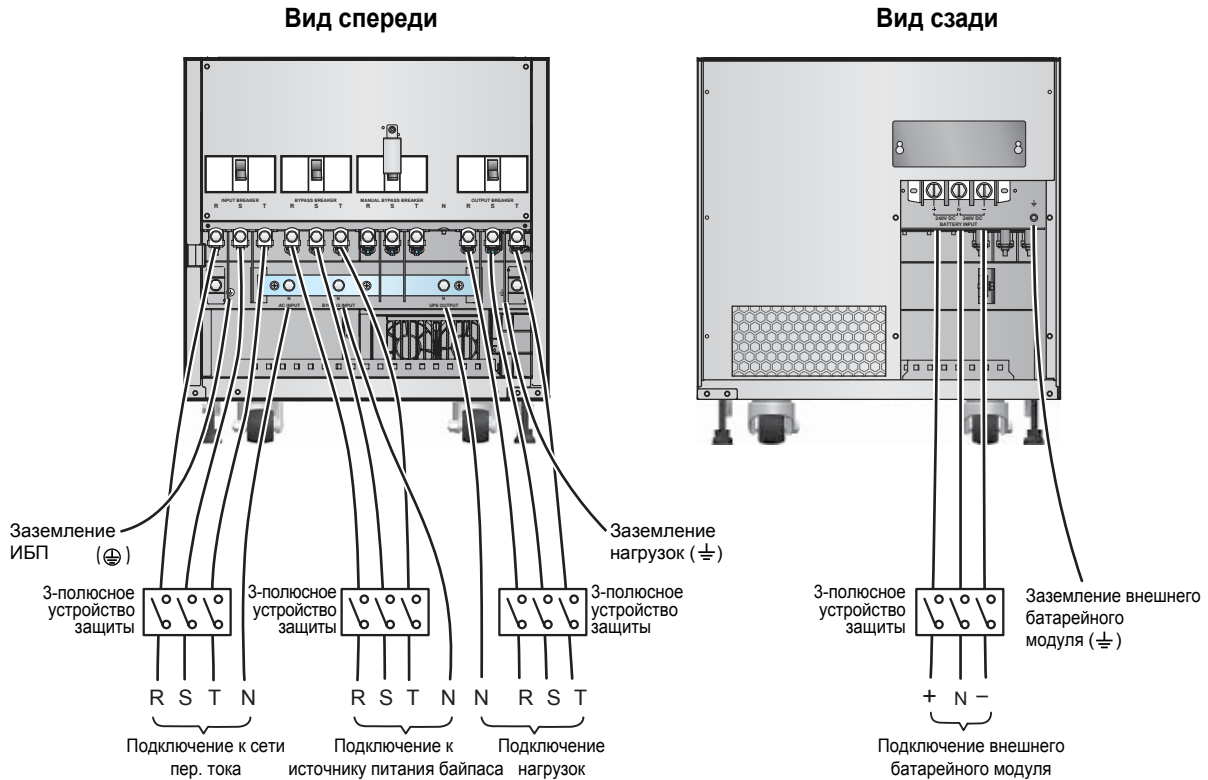

Рис. 6-12. Схема подключения одиночного ИБП 60 кВА в конфигурации с двумя входами
- 5 Подключите кабели электросети, выхода и внешнего батарейного модуля к блоку зажимов (см. **Рис. 6-12~6-14**).
На **Рис. 6-12~6-14** показано подключение к электросети типа TN. Между ИБП и электросетью переменного тока установлено трехполюсное устройство защиты. При подключении к электросети типа TT установите четырехполюсное устройство защиты.